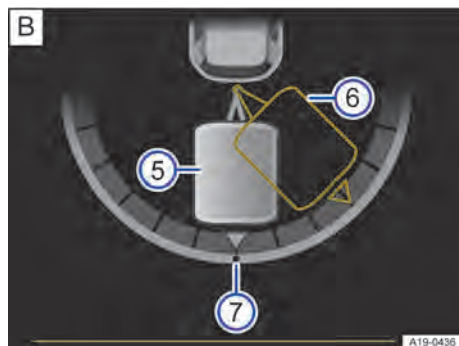

Fig. 173 No display do instrumento combinado: ajustar o ângulo do conjunto.
Legenda para → Fig. 173:
- Bascular o botão rotativo até atingir a direção desejada. No display do instrumento combinado, aparece uma representação do conjunto na posição atual para orientação → Fig. 173  .
- Se necessário, corrigir o ângulo com o botão rotativo → Fig. 173  .